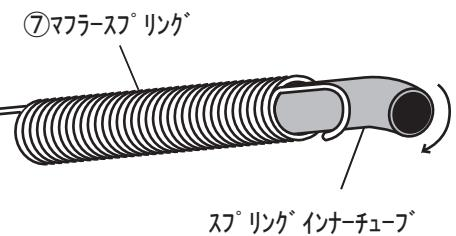

FIG. 8
8. ⑦マフラー用スプリング 4本全てにスプリングインナーチューブを挿入して下さい。 (FIG. 8 参照)